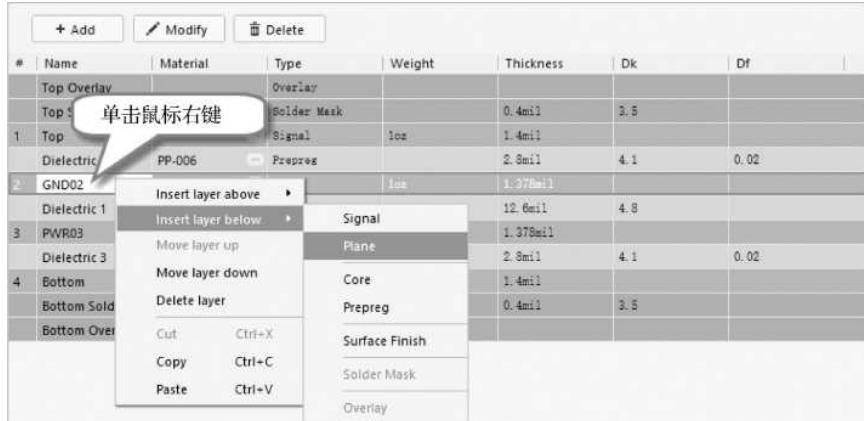

图 14-12 层叠操作
(2) 按快捷键“DK”，进入层叠管理器，单击鼠标右键，通过执行“Insert layer above (below)” 和“Move layer up (down)” 命令完成层叠操作，如图 14-12 所示。
(3) 为了方便对层进行命名，可用鼠标双击选中层名称，然后更改为比较容易识别的名称，如 TOP、GND02、PWR03、BOTTOM。
(4) 为了满足 20H 的要求，一般在层叠的时候让 GND 层内缩 20mil，PWR 层内缩 60mil。一般无特殊要求，设置这两项即可。设置方法是：在界面的右下角执行命令“Panels–Properties”，进入“Properties”面板，在“Pullback distance”栏中进行设置。
(5) 单击“OK”按钮，完成 4 层板的层叠设置。